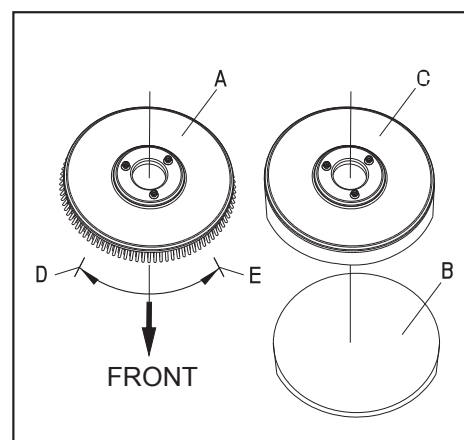

FIGURA 3
Según el tipo de suelo a limpiar, la máquina se puede instalar con el cepillo (Figura 3, A), o un portabayetas (Figura 3, B y C).
1. Asegúrese de que el cable de alimentación (9) esté desconectado la fuente de alimentación y el interruptor (38) esté en posición desconectado (Off)
2. Presione hacia abajo el mango (2) para levantar el cuerpo de depósito (26).
3. Coloque el cepillo (A) o el portabayetas (B - C) debajo de la caja.
4. Utilice la manija (2) para bajar el cuerpo de depósito (26) a tomar contacto con el cepillo o portabayetas.
5. Para instalar el cepillo o portabayetas, adjuntar manualmente siguiendo la punta de la flecha (D) (como se muestra en la Figura 3).
6. Retirar girando el cepillo o portabayetas en la dirección opuesta.. (Figura 3)